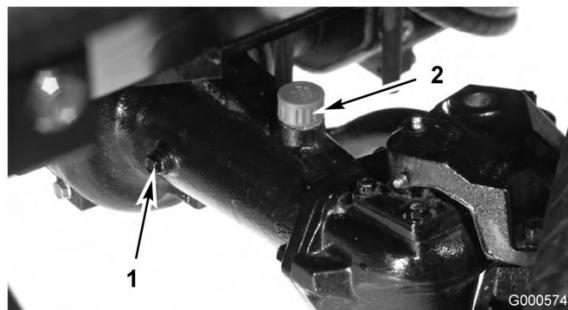

Figure 47
2. Enlevez un bouchon de contrôle à une extrémité du pont arrière (Figure 47) et vérifiez que le lubrifiant atteint la base de l'orifice. Si le niveau est bas, enlevez le bouchon de remplissage (Figure 47) et ajoutez suffisamment de lubrifiant pour rectifier le niveau.